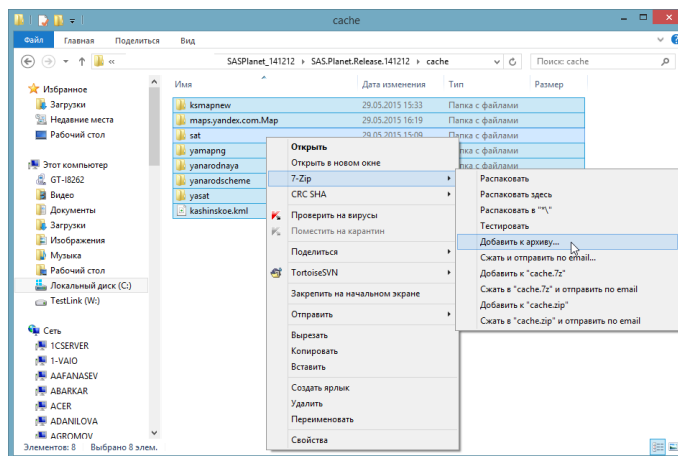

Рис. 23: Создание архива
6. Чтобы создать kmz-файл, поместите в архив файл kml и содержимое папки **cache** (рис. 23).